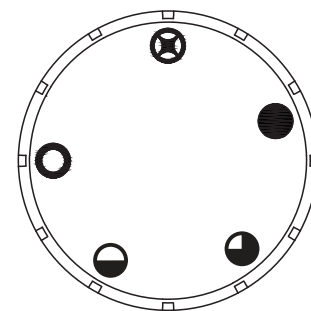
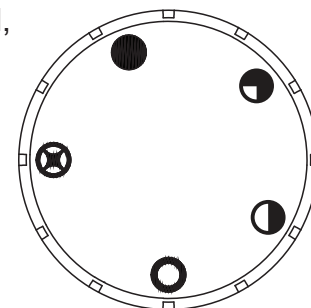

Fig. 22a
Fig. 23a
3. Presione la perilla de control suavemente y gírela  hacia la derecha a la posición "OFF" . (Ver Fig. 22a)
4. Espere cinco (5) minutos para que se vacíe todo el gas. Luego huelga en busca de gas, incluyendo cerca del piso. Si huelga gas, ¡ALTO! Siga "B" en la información de seguridad anterior. Si no huelga a gas, vaya al siguiente paso.
5. Presione la perilla de control suavemente y gírela  hacia la izquierda a la posición "PILOT" . (Ver Fig. 23a) Oprima la perilla de control.